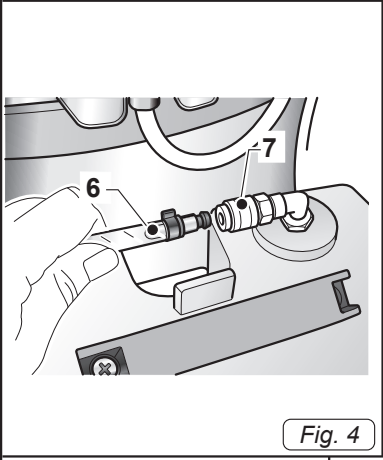

Fig. 4
- Collegare il tubo (6 Fig. 4) di aspirazione detergente al raccordo rapido (7 Fig. 4); per sganciarlo spingere il raccordo rapido (7 Fig. 4) verso l'interno.